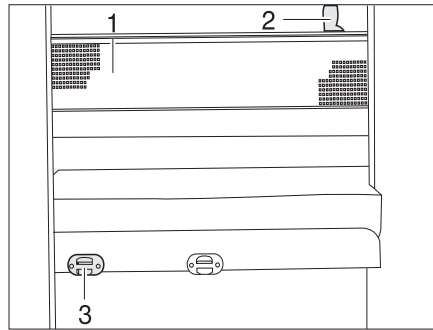

Fig. 140 Filet de sécurité
- Accrocher l'échelle de montée par les longerons sur le bandeau (Fig. 140,3) installé sur le cache.
Filet de sécurité Le filet de sécurité (Fig. 140,1) de série est rangé entre le matelas et le sommier à lattes. Ne tendre le filet de sécurité qu'une fois que la personne se trouve dans le lit.
- Faire s'enclencher les sangles de retenue (Fig. 140,2) dans les œillets du plafond.